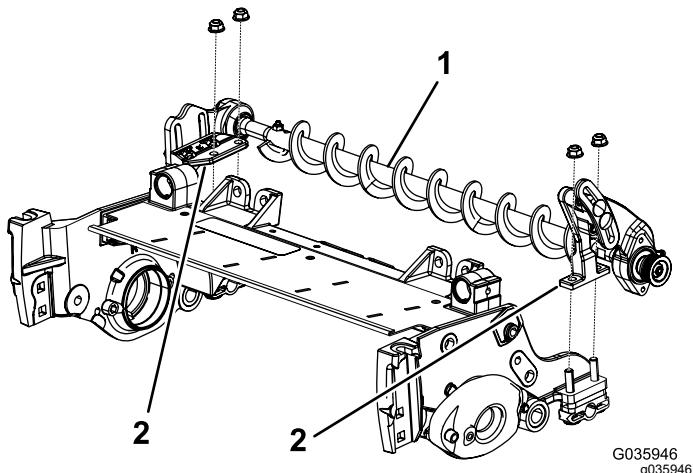

図 7
2. ローラブラシアセンブリ取り付けブラケットを、ローラブラケットボルトにセットする図7。ブラシアセンブリ取り付けブラケットを、カッティングユニットのサイドプレートに固定する先ほど取り外したナットを使用。